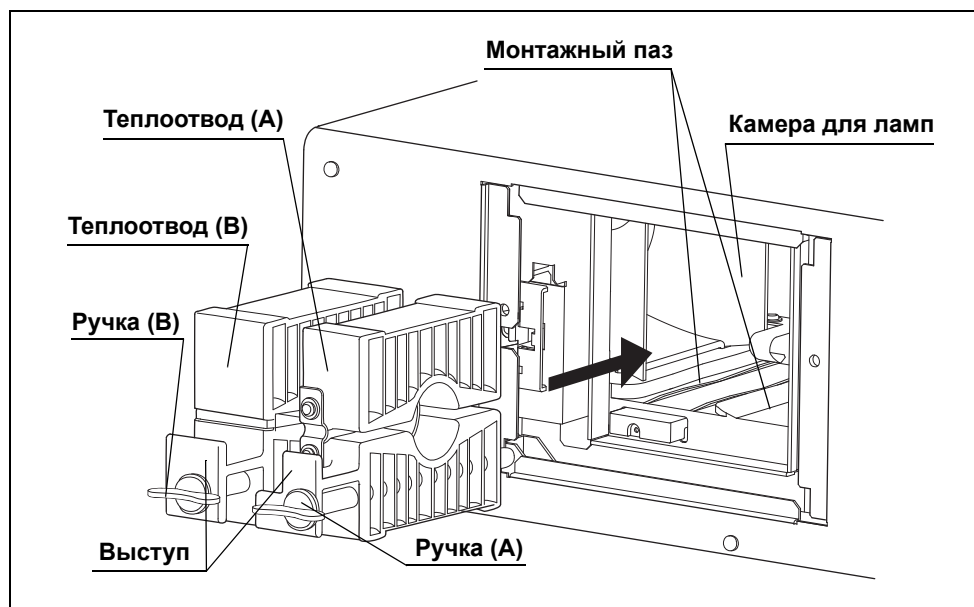

Рисунок 6.12
- 10** Потянув за выступ, убедитесь, что теплоотводы надежно закреплены. (См. Рис. 6.12)